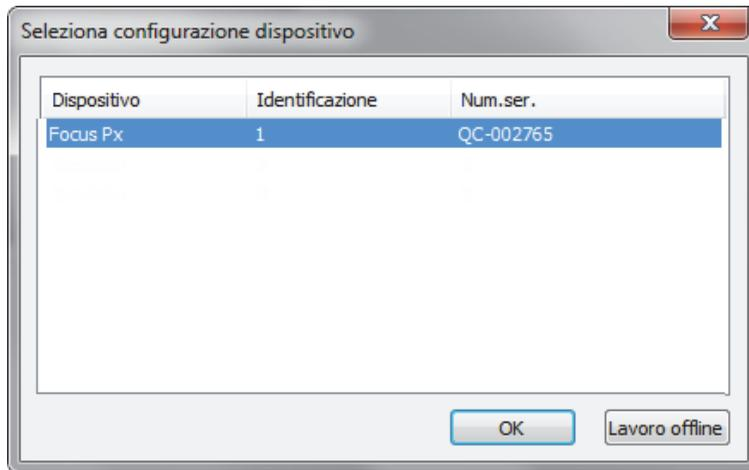

Figura 1-28 Esempio della finestra di dialogo Seleziona configurazione dispositivo
6. Quando si avvia la versione **Ispezione**, appare la finestra di dialogo **Selezione configurazione dispositivo** (vedi Figura 1-28 a pagina 45). Nella finestra di dialogo, effettuare una delle seguenti operazioni: